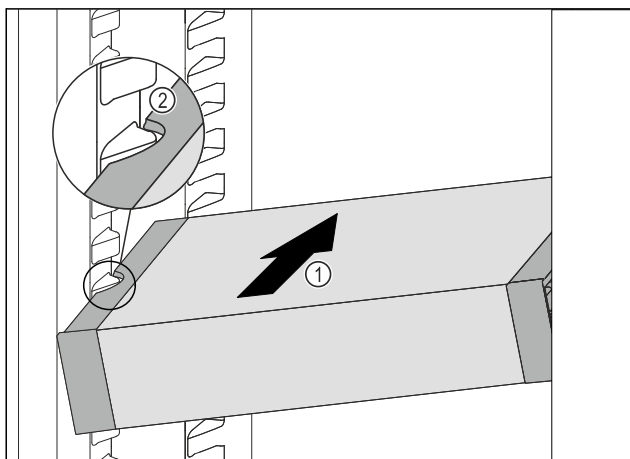

Fig. 129
- VarioSafe skjuts in snett i kyldelen Fig. 129 (1), tills sidofördjupningarna Fig. 129 (2) hos VarioSafe är i samma nivå som behållarlisterna i kyldelen.